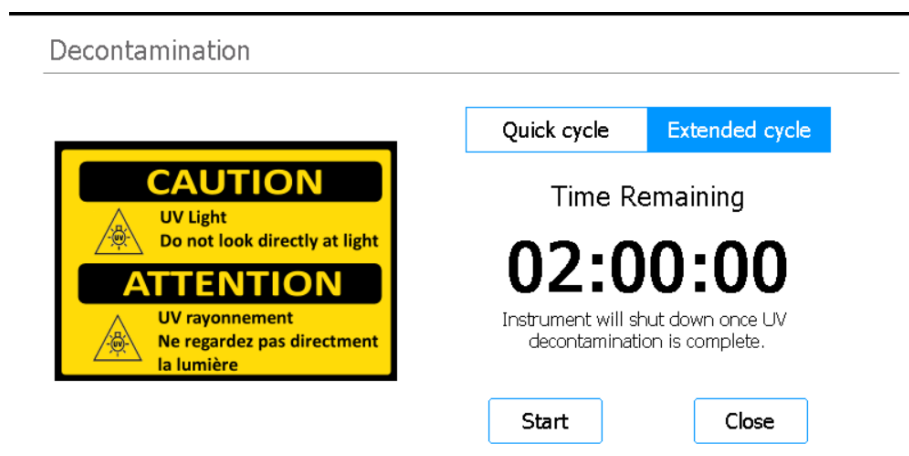

Figure 22 Fenêtre « Decontamination » avec « Extended cycle » sélectionné
- 3 En haut de la fenêtre, sélectionnez **Extended cycle**, comme indiqué dans la Figure 22.